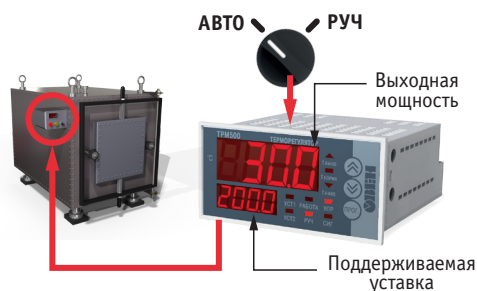

Рис. 2. Дискретный вход для перехода в ручной режим управления выходной мощностью
- » ручное/автоматическое управление выходной мощностью, рис. 2);